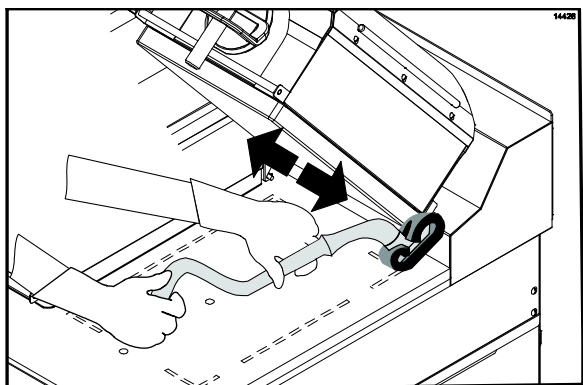

图 98
25. 擦拭煎板后侧，先擦拭右煎板，然后擦拭左煎板。（请见图 98）